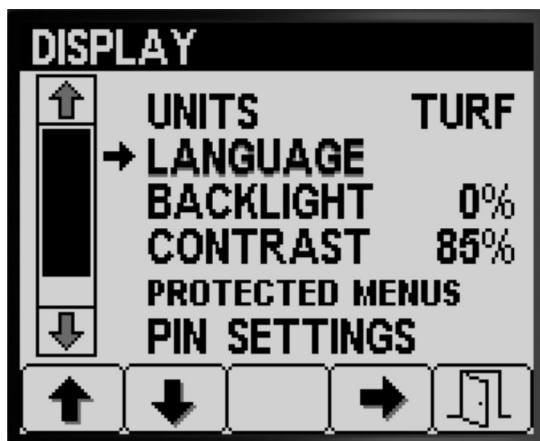

Bild 18
1. Drücken Sie Taste 1 oder 2, um auf die Option SPRACHE zu navigieren (Bild 18).
2. Drücken Sie Taste 4, um den Eintrag SPRACHE auszuwählen (Bild 18).